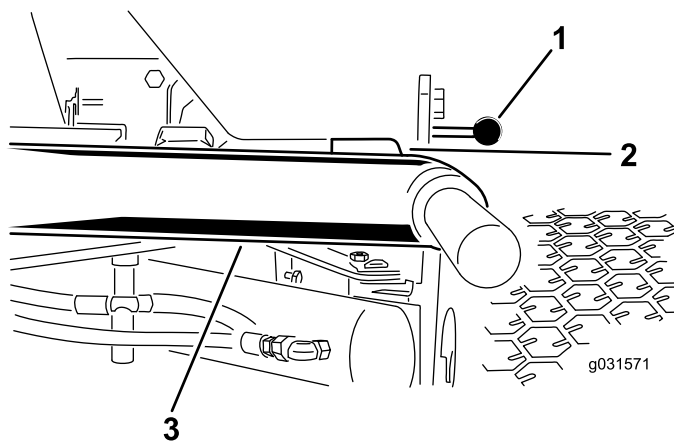

图 10
1. 启动发动机升起滚刀组确保各个提升臂与底板支架之间的间隙介于 58mm 之间如 图 10 所示。